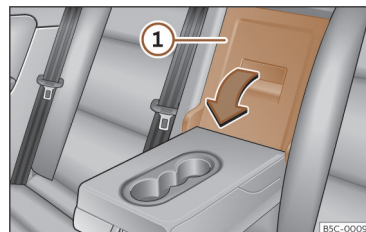

Fig. 190 No encosto do banco traseiro: abertura da tampa.
- Puxe a alavanca de desbloqueio no sentido da seta e rebata completamente a tampa >>> **Fig. 190** ① para a frente.